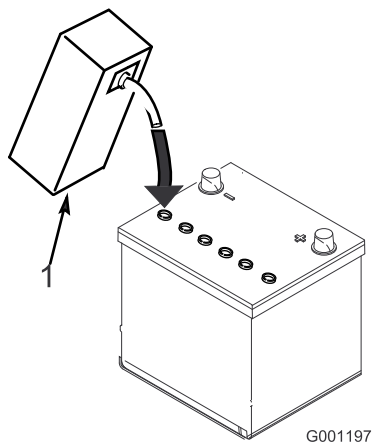

Figure 4
3. Versez de l'électrolyte avec précaution dans chaque élément jusqu'à ce les plaques soient recouvertes par environ 6 mm de liquide (Figure 4).
4. Attendez environ 20 à 30 minutes pour que les plaques aient le temps de s'imprégner d'électrolyte. Faites l'appoint au besoin pour que le niveau de liquide monte à 6 mm en dessous du creux de remplissage (Figure 4).